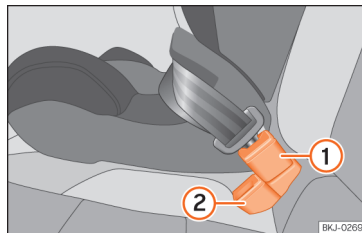

Fig. 43 Posição do fecho do cinto no banco traseiro
- Coloque o fecho do cinto do lugar central >>> Fig. 43 1 por trás do fecho do cinto do lugar lateral >>> Fig. 43 2.
- Engate a lingueta do cinto de segurança do lugar central no fecho do cinto do lugar central >>> Fig. 43 1 até ouvir o encaixe.
- Para que os cintos fiquem corretamente colocados, os fechos não devem estar torcidos >>> Fig. 43